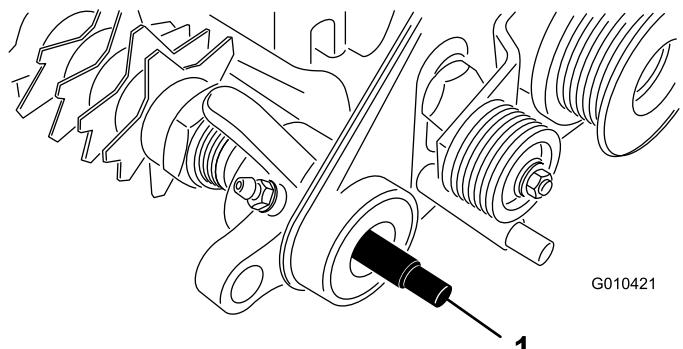

Figure 7
1. Appliquez de la graisse sur le joint du support de roulement de l' entraînement et au bout de l' arbre du groomer (Figure 7).
2. Glissez une extrémité de l' arbre du groomer dans le support de roulement de l' entraînement (Figure 7).